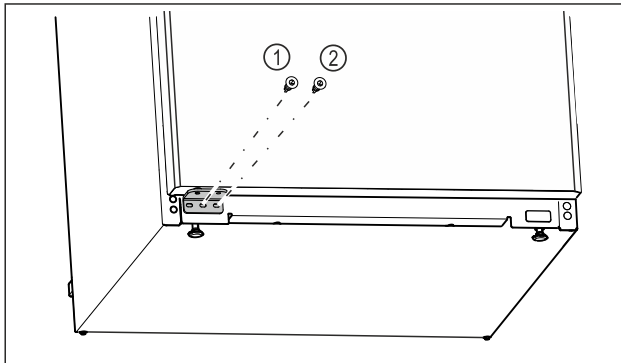

Fig. 26
- ▶ Затягніть середній гвинт опорного кронштейна Fig. 26 (1) за допомогою викрутки Torx 20.
- ▶ Затягніть внутрішній гвинт опорного кронштейна Fig. 26 (2) за допомогою викрутки Torx 20.